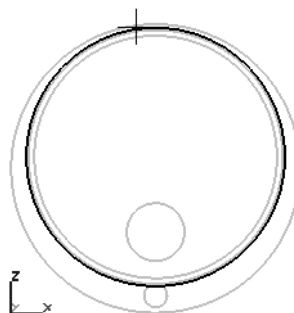

Рис. 18.19.
3. Постройте контур нужной формы стилем линии *сплошная основная* (рис. 18.19).